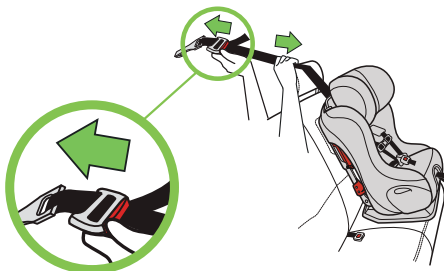

Figure 93
- Allongez la courroie d'ancrage supérieure en appuyant sur le bouton de réglage/déverrouillage tout en tirant la sangle, tel qu'illustré dans la **Figure 93**.